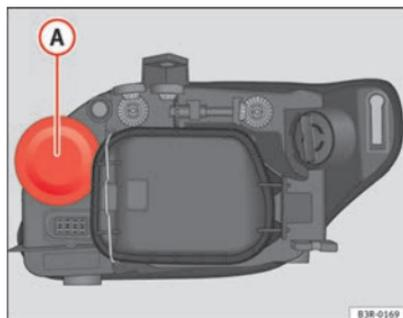

Fig. 192 Luz de carretera
- Retire la tapa de goma **A** ⇒ fig. 192 tirando de ella.